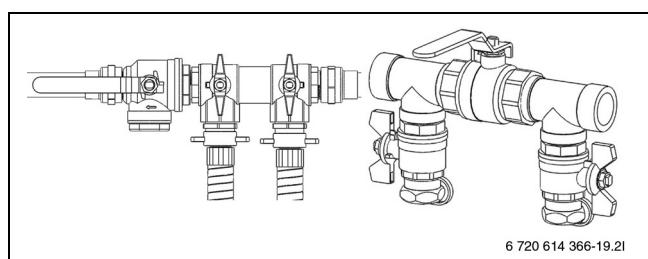

Рис. 25 Узлы заполнения в положении заполнения
- ▶ Установите краны на узле заполнения в положение для заполнения (\rightarrow рис. 25).